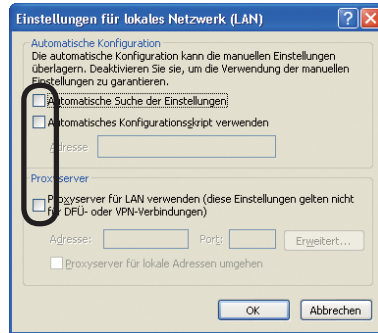

Abb. 2.2.3.c "Einstellungen für lokales Netzwerk (LAN)" Fenster
3) Deaktivieren sie alle Optionen im "Einstellungen für lokales Netzwerk (LAN)" Fenster. (Abb. 2.2.3.c)